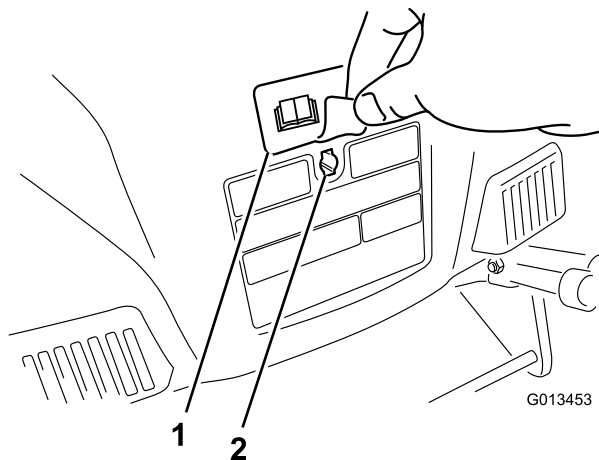

Figura 5
3. Remova o autocolante que cobre o furo na parte de trás da caixa (**Figura 5**).